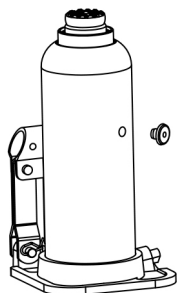

Fig. 2
1. Abaissez le vérin et retirez le bouchon de remplissage d'huile (fig. 2).